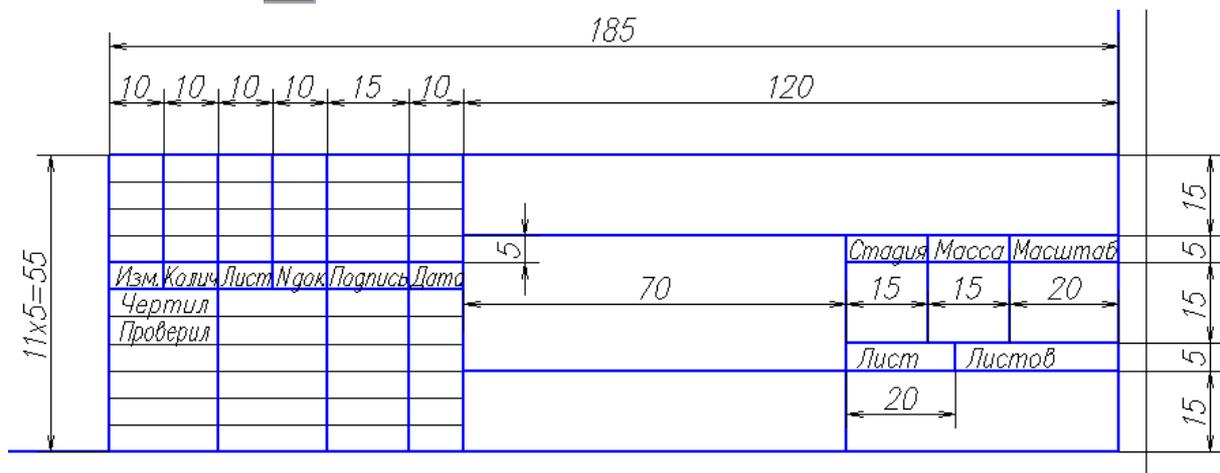

Рис. 69. Основная надпись
– вычертить границы основной надписи (рис. 69) с помощью команды **Рисование** → **Прямоугольник** (**Слой 1**). Отвечая на первый запрос системы, указать нижний правый угол внутренней рамки чертежа, а на второй запрос: @-185,55↵;